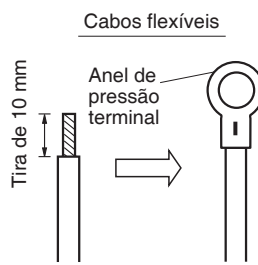
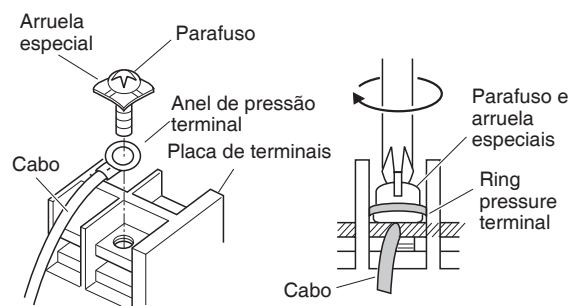

Fig. 4-7
Fig. 4-8
- (1) Cortar a ponta do fio com alicate de corte, retirar o isolamento para expor os cabos flexíveis cerca de 10 mm e torcer com força as extremidades dos fios. (Fig. 4-7)
- (2) Usando uma chave Phillips, remover parafuso(s) do terminal na placa terminal.
- (3) Usando um conector do anel fixador ou um alicate, fixar firmemente cada extremidade do fio descascado com um terminal de anel de pressão.
- (4) Colocar o terminal de anel de pressão, e recolocar e apertar o parafuso removido usando uma chave de fenda. (Fig. 4-8)